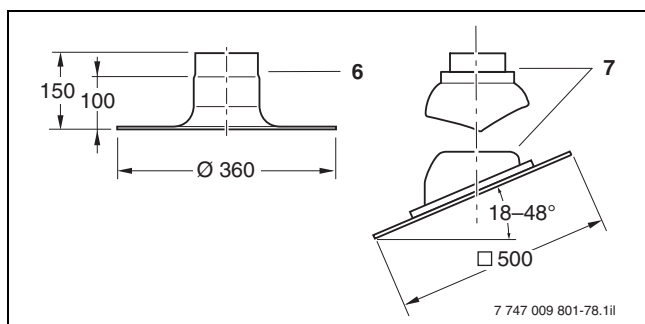

Bild 78 Universal-Dachziegel und Flachdach-Klebeflansch als Zusatzausstattung für den Grundbausatz DO (Maße in mm)
- 1) Mit Universal-Dachziegel 18 bis 48° (→ Bild 78, Pos. 7)
- 2) Mit Flachdach-Klebeflansch (→ Bild 78, Pos. 6)
Legende zu Bild 78: